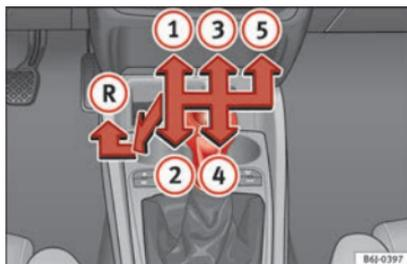

Fig. 28
Nella leva selettoria sono indicate le posizioni delle marce » **fig. 28**.
- Per inserire la retromarcia, con la leva selettoria in posizione di folle, spingerla verso il basso, muoverla a fondo a sinistra e quindi in avanti » **fig. 28**